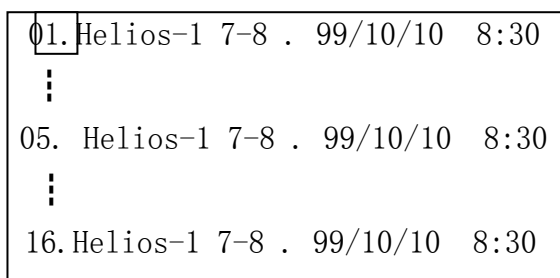

图 11
2、按“处理”键。选择“波形查阅”后，按“确认”键进入查阅菜单则显示屏出现如图 11 所示画面，可用“↑”、“↓”键改变闪烁光标的位置即要查阅波形的的位置，再按“确认”键则显示屏显示出要查阅的波形。按打印机上按键两秒钟走纸一段时间按键停止，再按“打印”键即可打印出所查阅的波形。